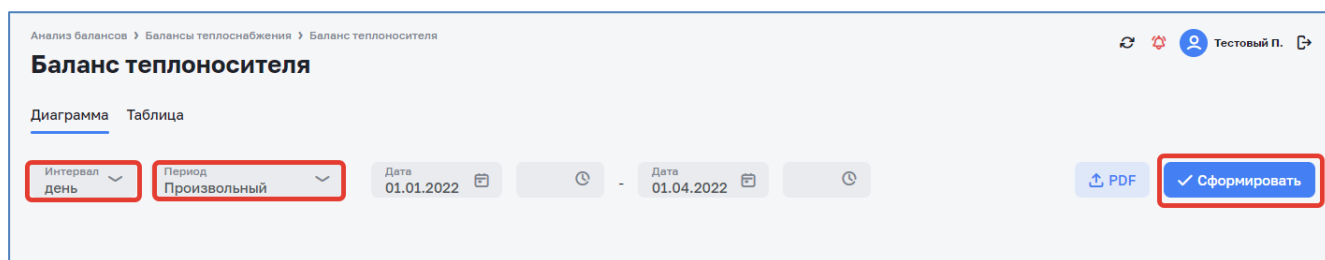

Рисунок 60 – Выбор интервала и периода для формирования шаблона
**Сформировать** (см. Рисунок 60).